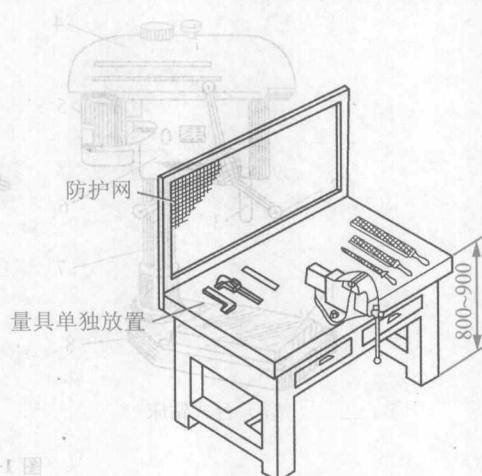

图 1-1 钳工工作台
(1)钳工工作台。钳工工作台简称钳台，用于安装台虎钳，进行钳工操作。有单人使用和多人使用的两种，用硬质木材或钢材做成。工作台要求平稳、结实，台面高度一般以装上台虎钳后钳口高度恰好与人手肘齐平为宜，如图 1-1 所示。